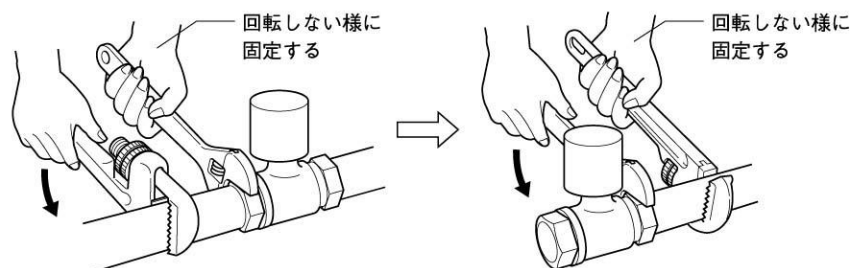

図 19
- ① バルブを配管から取外す場合は、配管内部に流体が滞留していないことを確認し、図 19 の通り、取外す配管に近い側のバルブスパナ掛け部を使用し取外してください。